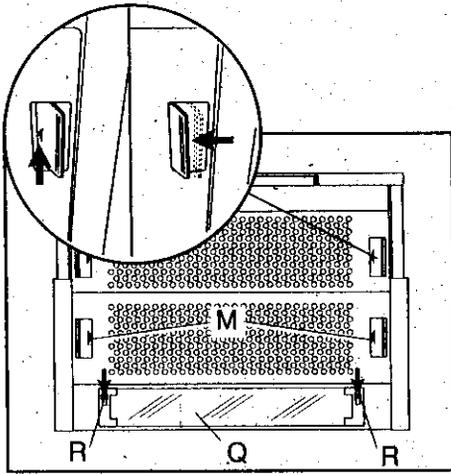
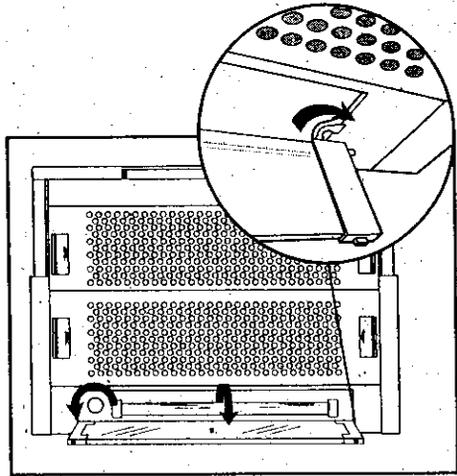

Fig. 6
Fig. 7
Pour enlever ce filtre métallique, appuyer en même temps sur les deux boutons M vers le haut et les déplacer ensuite vers l'intérieur (Fig. 6). La grille et le filtre constituent un seul bloc et peuvent être lavés à la main ou au lave vaisselle.
- Enlever le hublot "Q" en actionnant simultanément les deux stops "R" (fig. 6) jusqu'à ce que ce dernier ne se dégage complètement des crochets auxquels il est suspendu (fig. 7).
- Remplacer la lampe grillée en utilisant exclusivement une lampe néon de 14W (Fig. 7).